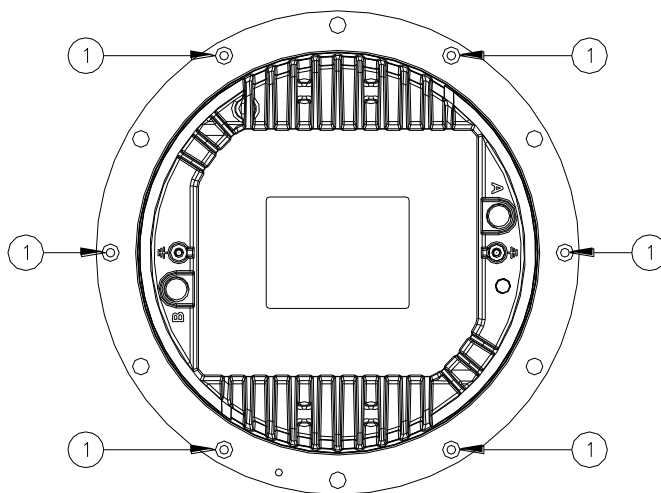

Figura 16 - Tornillos de Fijación de la Cubierta Inferior
- Abra el aparato destornillando los seis tornillos de bloqueo TORX SFH M5x16 (Figura 16 - n°1).
- seis tornillos de bloqueo TORX SFH M5x16 (Figura 16 - n°1);
- juntas tóricas entre la tapa y la cubierta inferior (Figura 16 – n°2 y 3);
Verifique la posición correcta de la junta tórica entre la tapa y la cubierta inferior (Figura 16 – n°2 and 3); monte la cubierta inferior de la tapa y fíjelo con los seis tornillos TORX SFH M5x16 (Figura 16 - n°1). Una gota de adhesivo anaeróbico tipo inferior (por ejemplo LOXEAL 24-18) se debería aplicar a los tornillos antes de la instalación; el par de torsión es de 2,5 Nm.